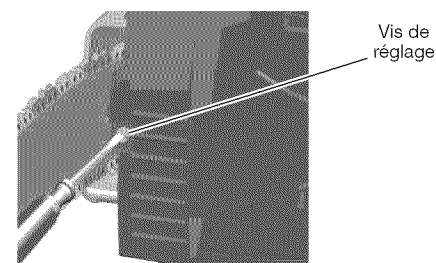

Figure 10 - Tournez la vis de réglage
2. Tournez la vis de réglage située devant la tête motrice dans le sens des aiguilles d'une montre jusqu'à ce que la chaîne ne présente plus de jeu (voir figure 10).